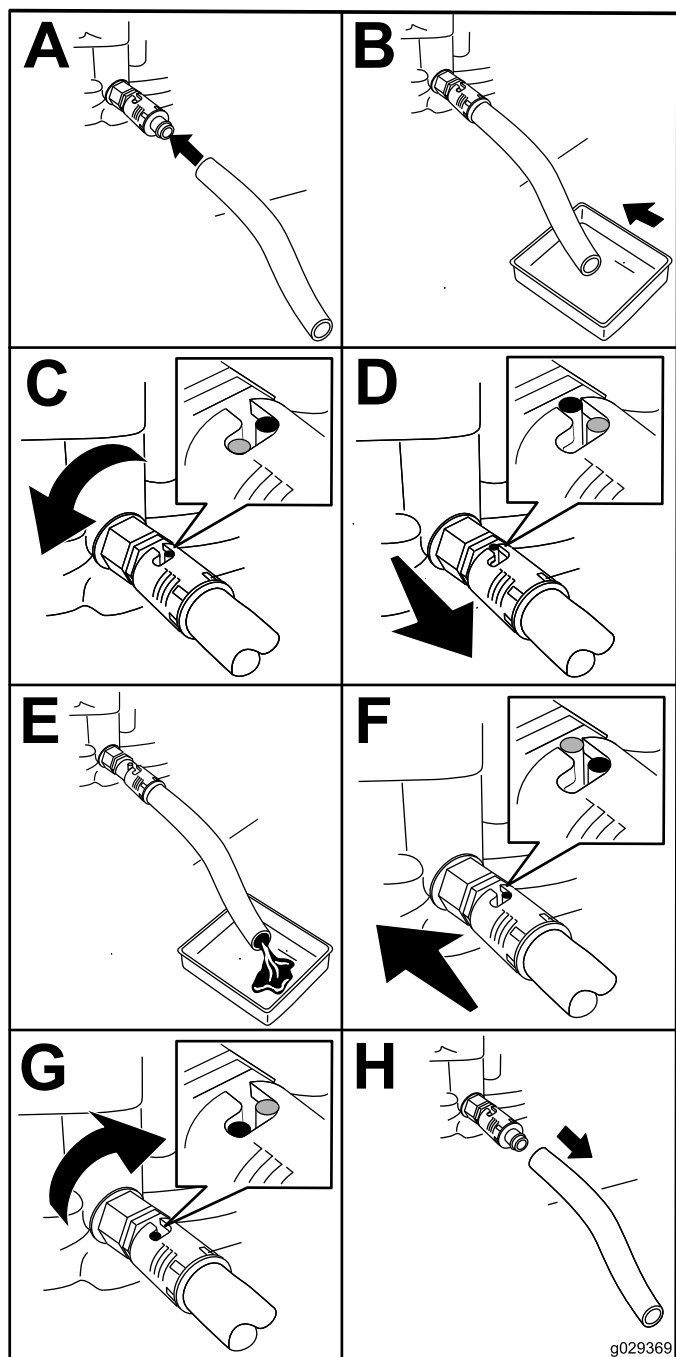

Figura 30
1. Montai furtunul de golire la robinetul de evacuare (Figura 30).
2. Aezai celălalt capăt al furtunului (Figura 30) într-o tavă de golire cu volumul de 1 l.
3. Rotii robinetul de evacuare a uleiului cu $\frac{1}{4}$ de tură în sens invers acelor de ceasornic i lăsa-i uleiul de motor să se scurgă complet (Figura 30).
4. Rotii robinetul de evacuare a uleiului cu $\frac{1}{4}$ de tură în sensul acelor de ceasornic pentru a-l închide (Figura 30).
5. Îndepărtați furtunul de golire (Figura 30) i tergeți uleiul vărsat.